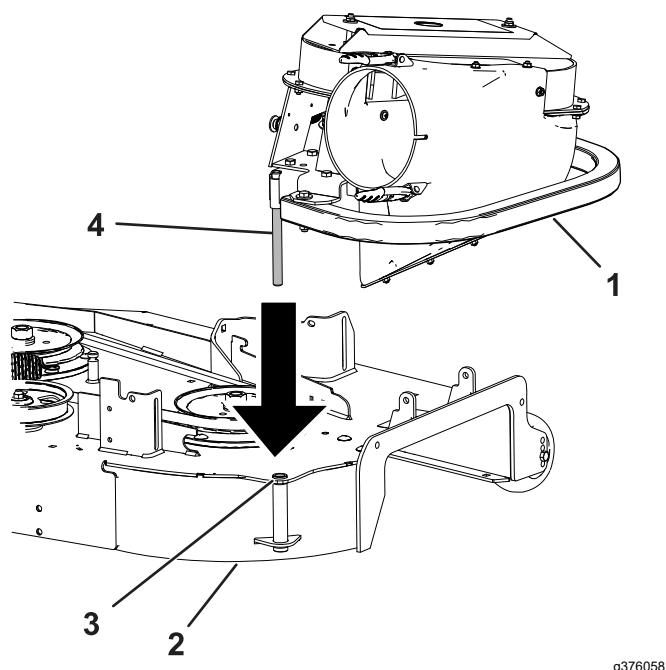

Figure 32
1. Placez l'axe de pivot sur le ventilateur en face du trou correspondant dans le tablier de coupe (Figure 32).
2. Abaissez le ventilateur et enfoncez l'axe de pivot dans le trou de pivot (Figure 32).